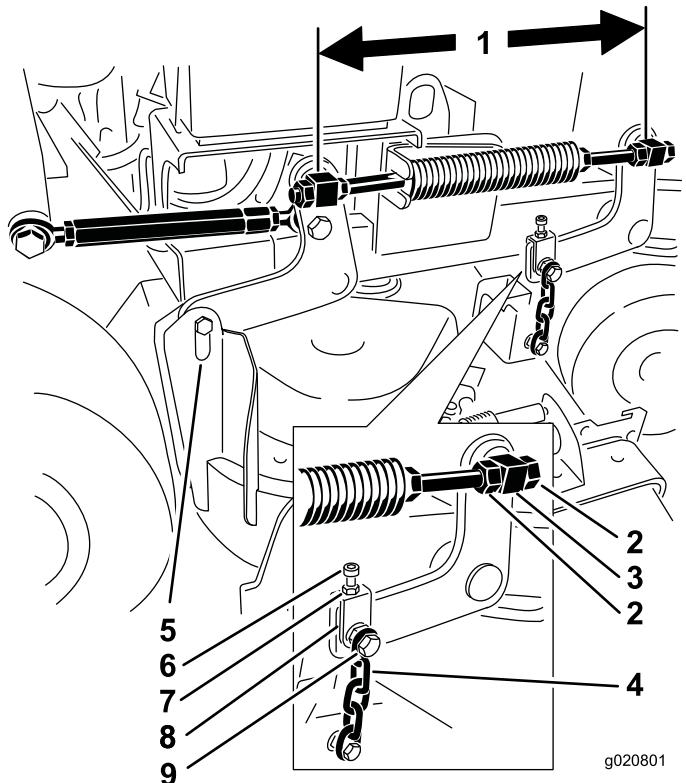

Figura 81
1. Compruebe la distancia entre los pivotes, midiendo desde el centro de un pivote al centro del otro (distancia entre centros) en cada varilla rosada (Figura 81).
2. Afloje las contratuerca en el pivote **delantero** (Figura 81).
4. Apriete las contratuerca en el pivote **delantero** (Figura 81).
- Afloje las contratuercas de los pivotes delanteros derecho e izquierdo (Figura 81).
- Apriete las contratuercas de los pivotes delanteros derecho e izquierdo (Figura 81).
- Afloje las contratuercas en el pivote delantero izquierdo (Figura 81).
6. Apriete las contratueras del pivote delantero izquierdo (Figura 81).
8. Apriete las contratueras y los pernos superiores de las cadenas (Figura 81).
5. Afloje los pernos superiores de las cadenas (Figura 81).
6. Afloje las contratueras en cada horquilla (Figura 81).